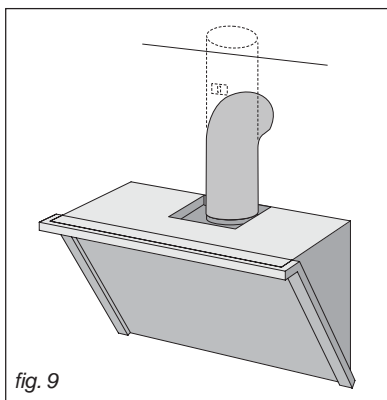

fig. 9
- Raccordez le conduit pour l'évacuation de l'air à la bouche de sortie d'air de la hotte; utilisez un tuyau souple et bloquez-le sur la bouche de sortie d'air de la hotte à l'aide d'un collier métallique - Fig.9 - (le tuyau et le collier ne sont pas fournis).
- **Démontage du filtre à charbon (fig. 9)**